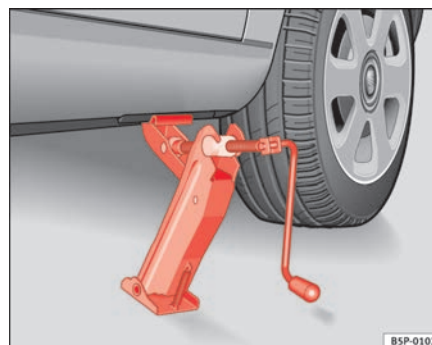

Abb. 173 Wagenheber
- Richten Sie den Wagenheber so aus, dass seine Klaue den Steg des Unterholms umfasst und die bewegliche Grundplatte plan auf dem Boden aufliegt ⇒ Seite 258, Abb. 173.